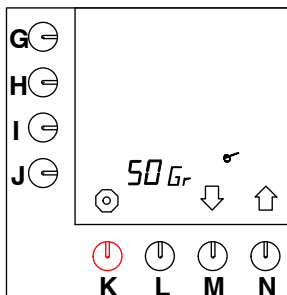

Fig. 37 Indstilling af kaffeberegneren
- Tryk på valgknappen (N.)↑, indtil fig. 37 vises i displayet.